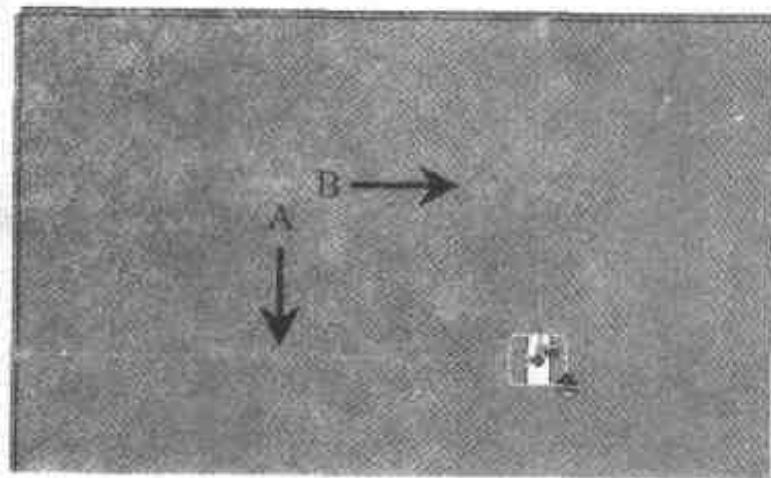

图 4.46 修改智能标注
- (1) 从右侧的【钣金】设计元素库中向另一侧面正中心拖入一个【圆角矩形孔】，结果如图 4.46 所示。将所示数据 A 改为 30，所示数据 B 改为 65。